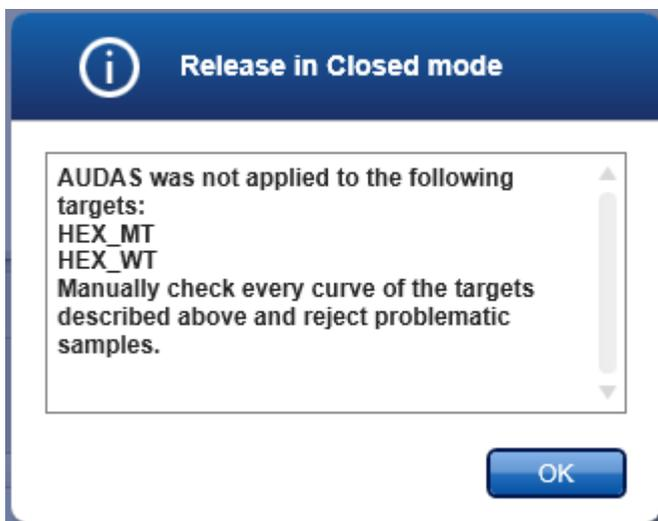

Figura 16. Avviso AUDAS.
- Appare il seguente avviso AUDAS (Automatic Data Scan, scansione automatica dei dati)(Figura 16). Nella sezione "Plots and Information" (Grafici e informazioni), verificare manualmente le curve di fluorescenza dei target HEX per eventuali anomalie (ad es. picchi causati da errori hardware).